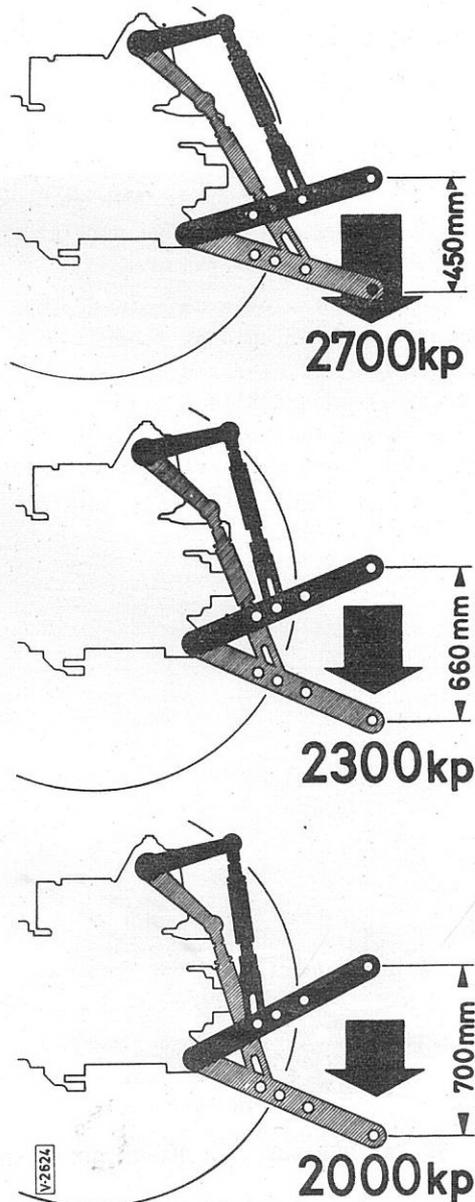

Fig. 4-3:
- 3/ Abaissez la tringlerie de relevage hydraulique dans sa position inférieure et raccordez les tirants de suspension à ces alésages des barres d'attelage inférieures qui assurent la hauteur de levage nécessaire pour soulever du sol l'outil de travail monté /voir les instructions de service et d'entretien de l'outil de travail/. Pour le réglage de la hauteur de relevage voir fig. 4-3.